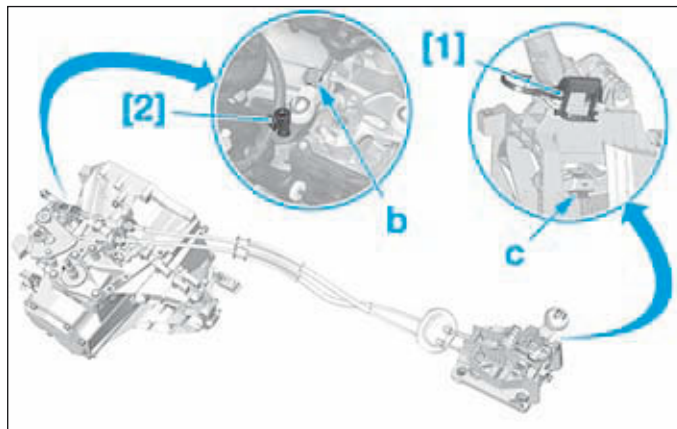

FIG.21
- Appuyer sur la clé de verrouillage (Fig.21) :
- le pommeau de levier de vitesses (1),
- le soufflet (2) et le verrou de marche arrière (3).